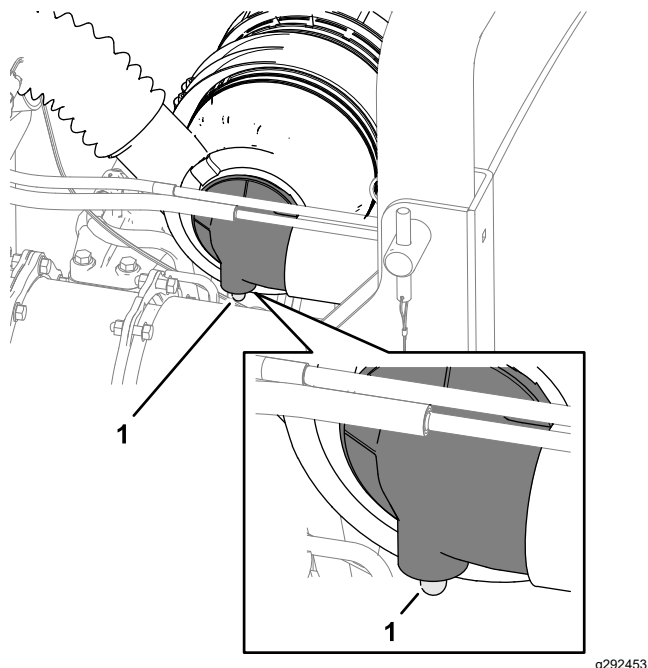

Figura 51
2. Controllate la spia di ostruzione del filtro dell'aria (Figura 51).
**Nota:** Revisionate il filtro primario dell'aria quando la spia di ostruzione del filtro (Figura 51) è rossa. La sostituzione del filtro dell'aria con frequenza aumenta la possibilità di ingresso di sporcizia nel motore quando il filtro viene rimosso.